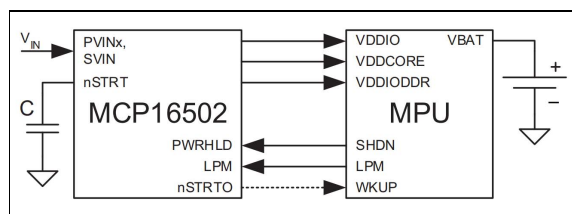

図 1: バックアップ電源を備えたアプリケーションのブロック図
2. PWRHLD ピンが MPU SHDN ピンによって排他的に駆動される場合、nSTRT イベントとは無関係に、PWRHLD 信号の Low から High への遷移により開始します。これは、バックアップ電源を備えたアプリケーションでのみ可能です (図 1)。通常このモードは、MPU の周辺デバイスでありバックアップモード中も給電されるシャットダウン / 復帰コントローラ (SHDWC) によってアサートされる外部復帰イベントによって開始されます。